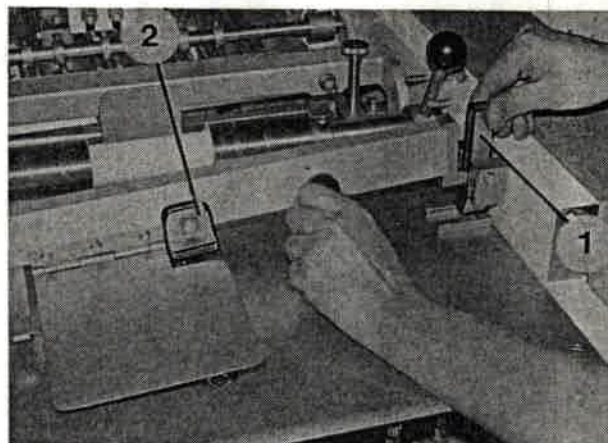

Bild 232
1. Sperrklinke (Bild 232/1) zurückdrücken und Gegenlager der Prägestation (Bild 232/2) hochklappen.